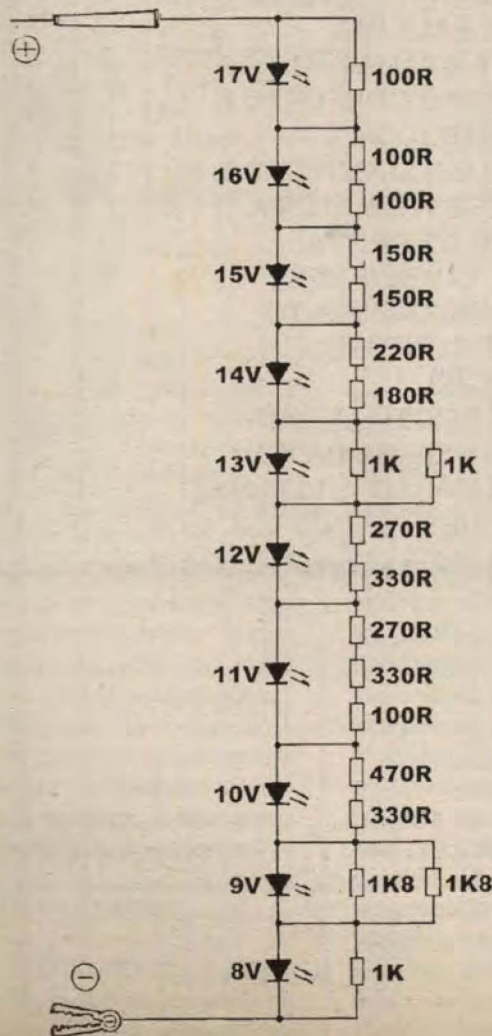

Fig. 1
- FIG. 1 - O CIRCUITO - Conforme dissémos, a simplicidade circuital no puro significado do termo: nada mais do que 10 LEDs (eletricamente comuns, porém